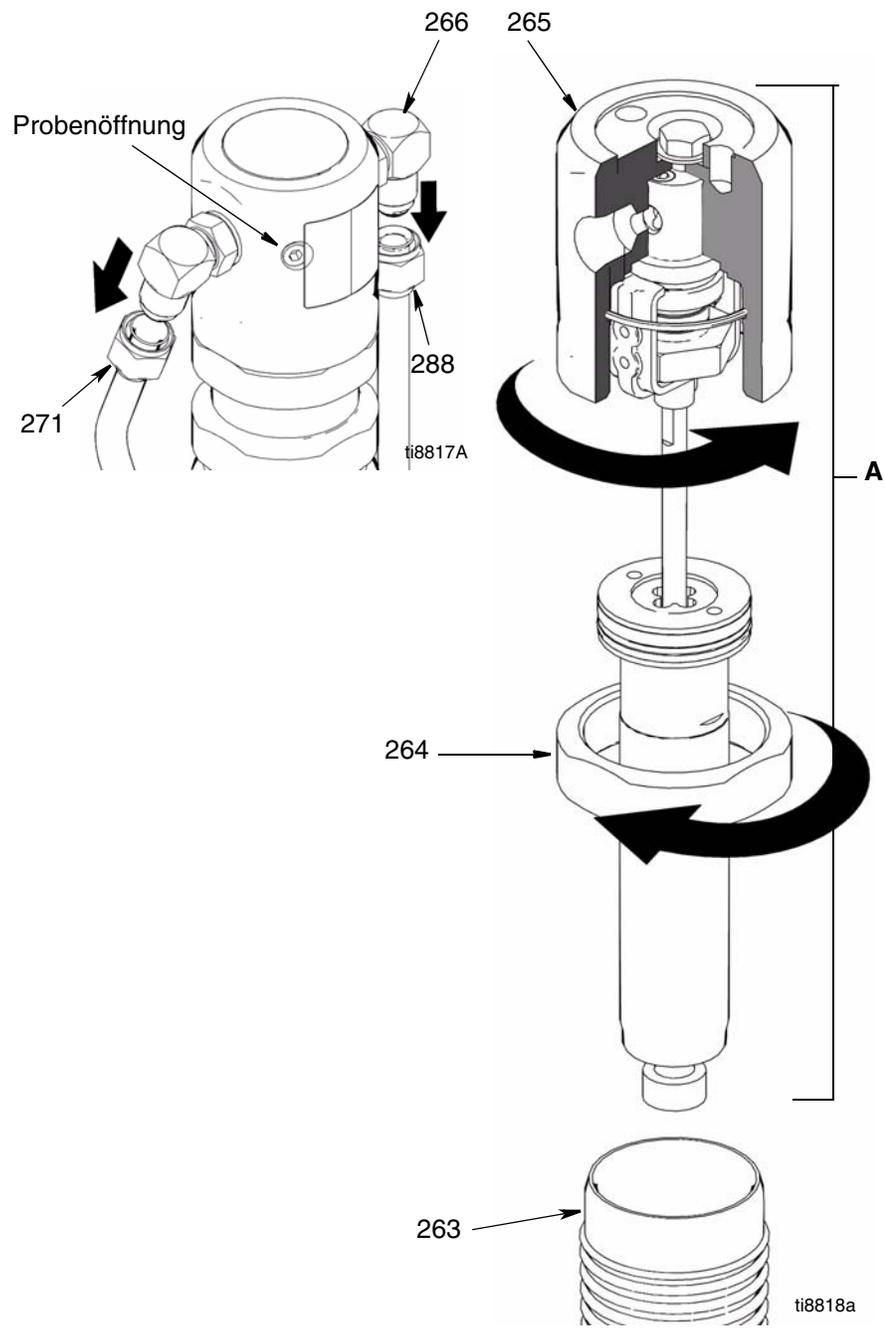

ABB. 5
4. **ABB. 5.** Hydraulikleitungen (271, 288) von den Fittings (226) an der linken und rechten Oberseite des Hydraulikmotors abnehmen.
5. Sicherungsmutter (264) lösen.
6. Hydraulikmotorkappe (265) abschrauben und abnehmen.
7. Die Gruppe (A) aus Kolbenstange und Hydraulikmotorkappe vom Zylinder (263) des Hydraulikmotors schieben.
1. Kolbenstangensatz (A) in den Hydraulikmotorzylinder (263) schieben.
2. Hydraulikmotorkappe (268) festschrauben. Hydraulikmotorkappe soweit aufschrauben, bis die Einlass- und Auslassöffnungen an den Fittings der Hydraulikleitungen ausgerichtet sind und die Probenöffnung in der Hydraulikmotorkappe zum Riemenschutz (117) gerichtet ist.
3. Sicherungsmutter (264) mit 17 Nm gegen die Hydraulikmotorkappe (268) festziehen.
4. **Abb. 5.** Hydraulikleitungen (271, 288) an den Fittings (226) an der linken und rechten Oberseite des Hydraulikmotors befestigen; mit 54,2 Nm festziehen.